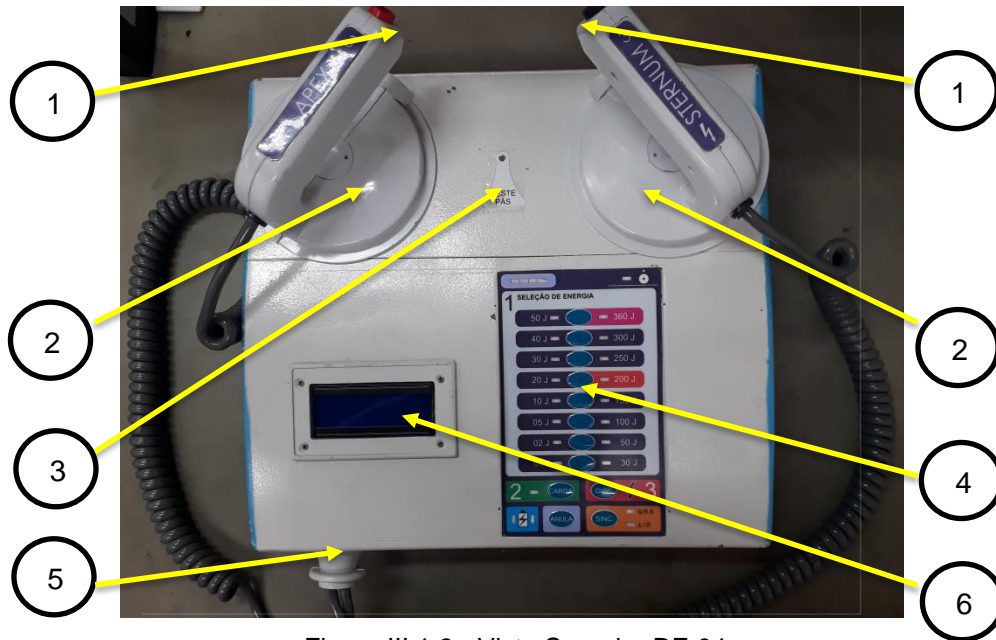

Figura III.1.3 - Vista Superior DF-04
2. Certificar-se de que as pás tipo externo adulto/infantil (devidamente desinfetadas e preparadas) estejam conectadas ao conector apropriado do *equipamento* (5 - Fig. III.1.3); Sendo que, para o uso adulto, os discos de contato deverão ser acoplados às pás e para uso infantil os discos deverão ser removidos, conforme orientação em III.8. Antes do início do processo; as escalas adequadas serão automaticamente habilitadas.
9. Acionar simultaneamente os botões de disparo das pás (1 - Fig. III.1.3);
5. Acionar o comando da pá “EXTERNUN” (1 -figura III.1.3) para selecionar a energia desejada;
6. Acionar o comando da pá “APEX” (1 – figura III.1.3) para efetuar a carga.
Conectar as pás adequadas, devidamente esterilizadas e preparadas, no conector apropriado do *equipamento* (5 - Fig.III.1.3);